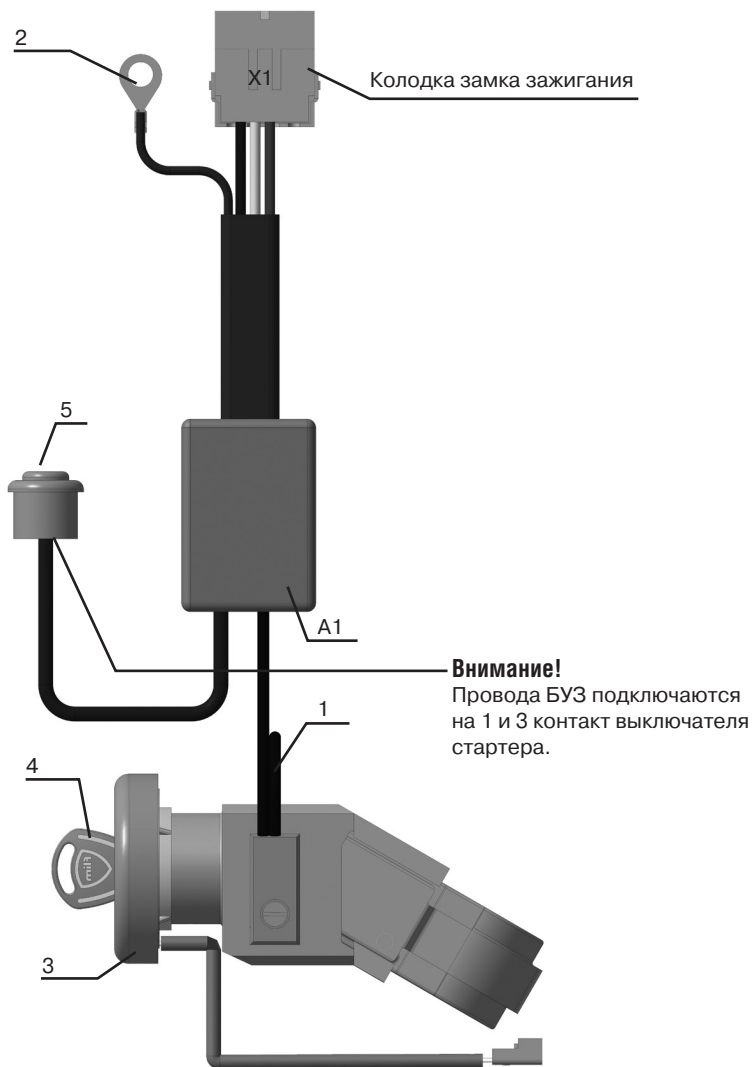

Рис. 6
Включение и выключение силовой электрической цепи зажигания и стартера осуществляется двумя реле в блоке управления зажиганием (рис. 6, рис.7 поз. А1), и управляется посредством вращения ключа замка (рис. 6, рис.7 поз. 4) и кнопки выключателя стартера (Рис.6, рис. 7 поз. 5).
6.1. Перед подключением разъёма Х1 блока управления зажиганием, необходимо подключить массу блока колодка 2 (рис. 6,7).
6.2. Схему соединений и обозначение электрических компонентов смотрите на рисунке 6,7. Колодку Х1 (рис. 6,7) от блока управления зажиганием А1, подключите к ответному разъему жгута автомобиля.